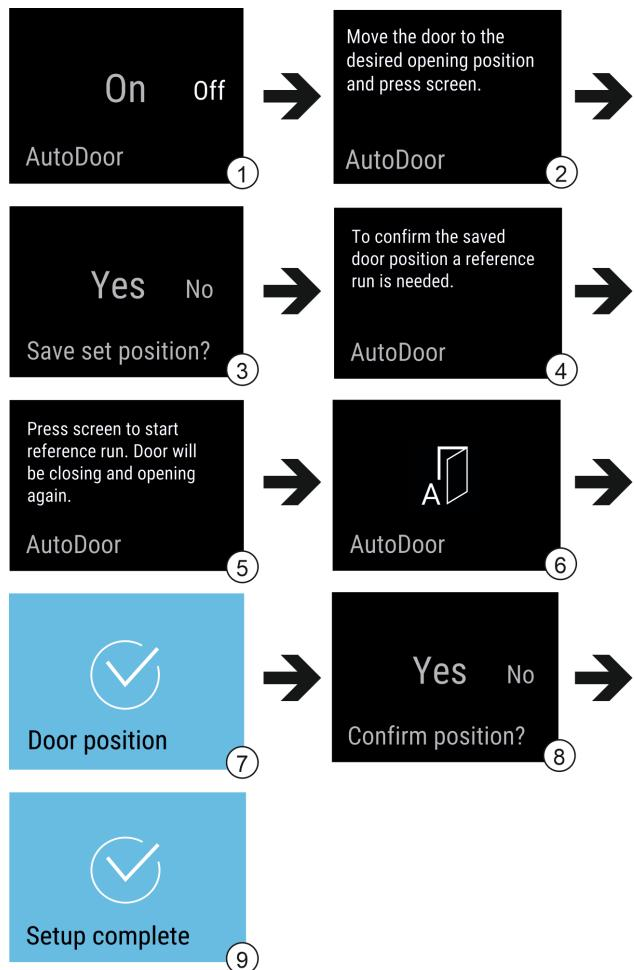

Fig. 10 Příkladné zobrazení indikací v angličtině
- Aktivujte AutoDoor: Zobrazení na displeji přepněte na On. *Fig. 10 (1)*
- Dispaly podržte stisknutý 3 sekundy. *Fig. 10 (2)*
- Nakonfigurujte úhel otevření dveří: Otevřete dveře alespoň na 70°. *Fig. 10 (2)*
- Potvrďte úhel otevření dveří: Klepněte na hlášení na displeji. *Fig. 10 (3)*
- Spusťte referenční běh: Klepněte na displej. *Fig. 10 (5)*
- Dispaly blikají. *Fig. 10 (6)*
- Referenční běh je úspěšný: Dispaly na 2 sekundy změní barvu. *Fig. 10 (7)*
- Potvrďte úhel otevření dveří. *Fig. 10 (8)*
- Dispaly změní barvu. *Fig. 10 (9)*